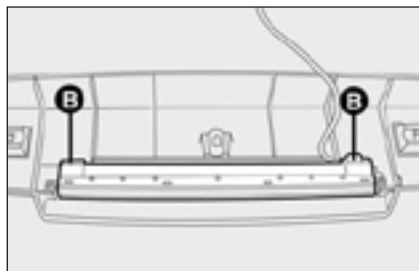

рис. 27
- ☐ нажмите на зажимы **В-рис. 27** и снимите держатель лампы;
- ☐ установите держатель лампы таким образом, чтобы зажимы вернулись в исходное положение **В-рис. 27**.